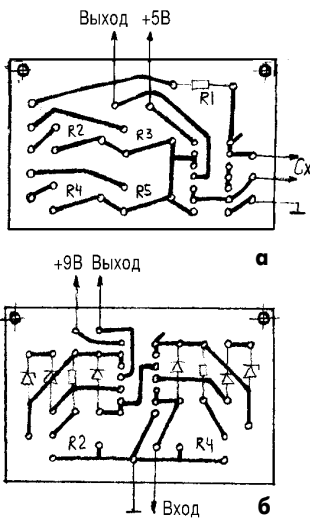
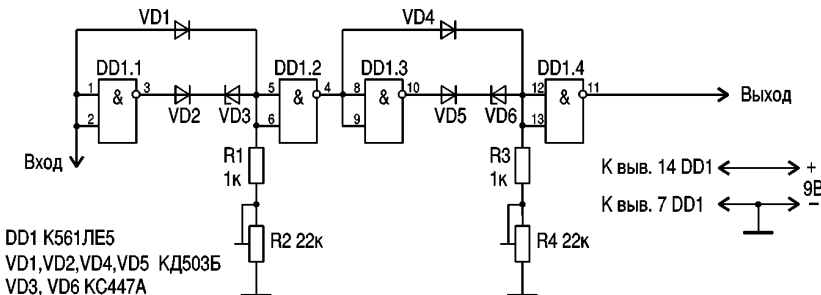

рис. 4
рис. 3
Если у радиолюбителя стрелочный частотомер с другими поддиапазонами измерения, то измеритель емкости можно дополнить схемой (рис. 3), где частота увеличивается в 2,5 раза, а также уменьшить сопротивление резистора R2 в схеме генератора в 2 раза. Тогда наибольшая емкость измеряемого конденсатора будет 1000 мкФ, но в этом случае минимальная входная частота частотомера должна быть 10 Гц.
Как видно из схемы (рис. 3), напряжение высокого уровня подается на вход элемента DD1.2 через диод VD1, а напряжение низкого уровня инвертируется DD1.1 и проходит через пороговый элемент VD3 с небольшим запаздыванием. В промежутках между этими напряжениями высокого уровня напряжение низкого уровня снимается с резистора R1 и тоже подается на вход DD1.2. Подстроечные резисторы R2 и R4 предназначены для установки порога стабилитронов VD3 и VD6, при этом на входе DD1.2 частота увеличивается в 2 раза, а на выходе DD1.4 – в 2,5 раза.
**Налаживание схемы.** Подав на вход элемента DD1.1 прямоугольные импульсы частотой, например 2 кГц, на выходе DD1.4 с помощью резисторов R2, R4 устанавливают частоту 5 кГц. Для питания устройства можно применить микросхемные стабилизаторы типов 142ЕН5А и 142ЕН8А (рис. 3) с соответствующими цепями фильтрации.
Печатная плата для схемы на рис. 1 показаны на рис. 4, а для схемы на рис. 3 – на рис. 4, б. Размеры плат 37 x 57 мм.